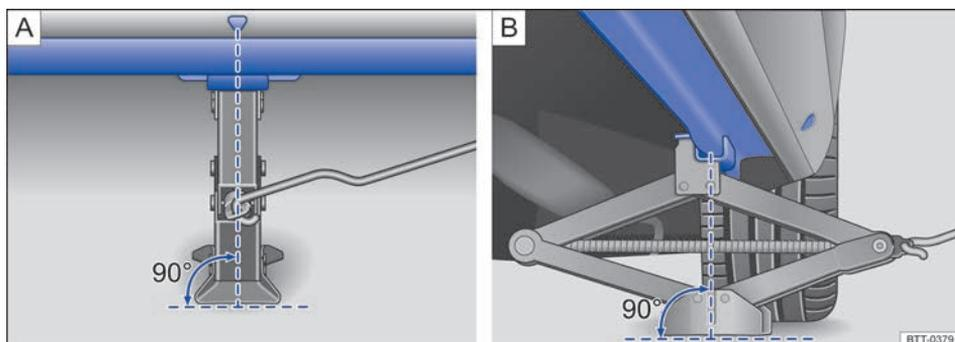

Fig. 269 Gato de tijera colocado en el lado izquierdo del vehículo, en la zona trasera.
El gato únicamente se deberá colocar en los puntos de apoyo que se indican (marcas en la carrocería) → fig. 269. El punto de apoyo válido es el que se encuentra junto a la rueda correspondiente → ⚠.
7. Busque debajo del vehículo el punto de apoyo para el gato → fig. 269 que se encuentre más próximo a la rueda que haya que cambiar.
9. Asegúrese de que la base del gato descansa firmemente sobre el suelo y de que se encuentre exactamente debajo del punto de apoyo en vertical → fig. 269  y .
10. Centre el gato y siga subiéndolo con la manivela hasta que la garra sujete el refuerzo de debajo del vehículo → fig. 269.
- Coloque el gato únicamente en los puntos descritos. La garra del gato deberá sujetar bien el refuerzo del larguero inferior → fig. 269.